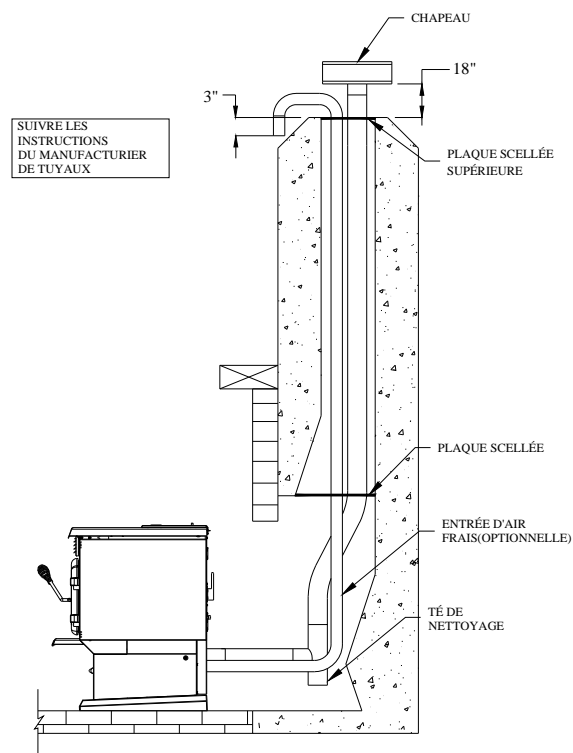

Figure 12
3. Installez une plaque scellée à l'intérieur de la cheminée. (voir figure 12.)